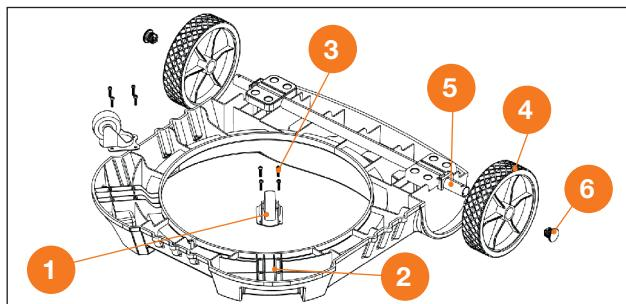

Рис. 3.2
- 1 в основание тележки пылесоса **2** и закрепите их винтами **3**. Установите транспортировочные колеса **4** на ось бака **5** и закрепите фиксатором **6** (Рис. 3.2).